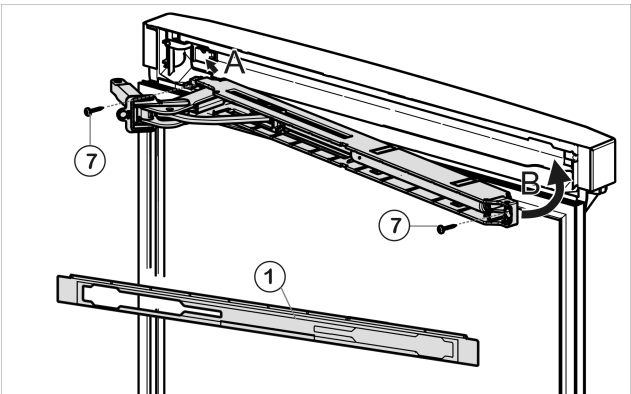

Fig. 58
- Enganche (A) la unidad de amortiguador de cierre superior con la articulación en el lado de la bisagra y gírela hacia dentro (B).
- Atornille la unidad de amortiguador de cierre (2 Torx 15) *Fig. 58 (7)*.